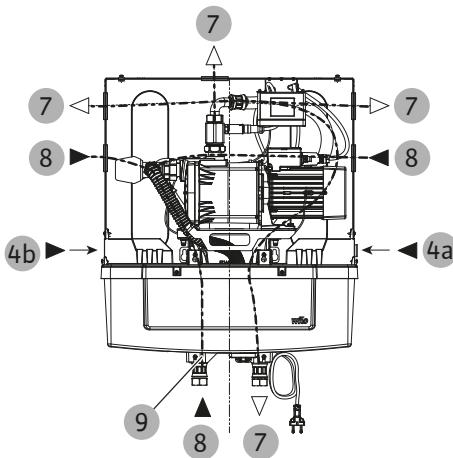

Fig. 14: Hydraulische aansluitingen
- Aansluiting voor bedrijfswaterverdeling (G 1" wartelmoer) (Fig. 14, pos. 7).
- Leidingwaterbuis (G 3/4") (Fig. 14, pos. 4 resp. hoofdstuk Aansluiting leidingwater draaien [▶ 121] pos. 4a of 4b)
Een verbinding met een flexibele slang in combinatie met een afsluitkraan wordt dringend aanbevolen. De verbinding naar het suppletieventiel (Fig. 14, pos. 4) moet een vlakke afdichting zijn en moet worden uitgevoerd met een wartelmoer.
- Zuigleiding van het regenwaterreservoir (G 1" wartelmoer) (Fig. 14, pos. 8) Buisdiameter van ten minste 25 mm (maximaal 32 mm) vereist.
- Overlopaansluiting (Fig. 14, pos. 9) voor kleine lekkages met overloopslang (niet ingegrepen, Ø 19-21 mm binnendiameter) (Fig. 2, pos. 29) verbinden
De leidingwatertoevoer (Fig. 1, pos. 4) is standaard aan de rechterkant (Fig. 14, pos. 4a) van de buffertank gemonteerd. Om de installatie te ver- gemakkelijken, kan deze naar de linkerkant (Fig. 14, pos. 4b) worden ver- plaatst.